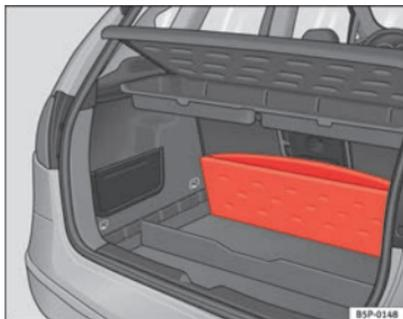

Fig. 105 Portaoggetti variabile pavimento bagagliaio
- Sollevare il pavimento del vano portabagagli e piegarlo completamente all'indietro ⇒ fig. 105.